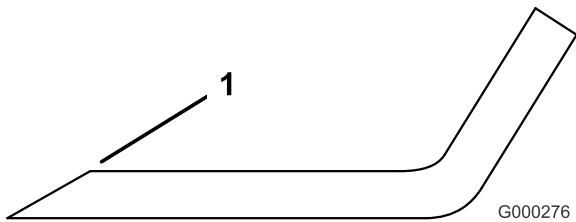

Figure 94
3. Examinez les tranchants de toutes les lames et aiguisez-les s'ils sont émoussés ou ébréchés. N'aiguissez que le haut du tranchant et conservez l'angle de coupe d'origine pour obtenir une coupe nette (Figure 94). Limez la même quantité de métal sur chacun des deux tranchants pour ne pas déséquilibrer la lame.